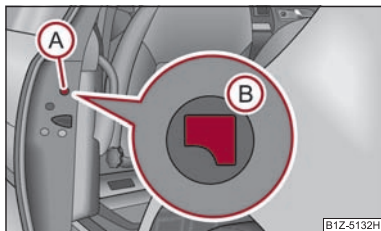

Fig. 26 Puerta trasera: Bloqueo de emergencia de la puerta
- Desmontar el paramento (A) ⇒ fig. 26.
- Insertar la llave en la abertura debajo del paramento y empujar la palanca de inmovilización (B) hacia dentro hasta el tope.